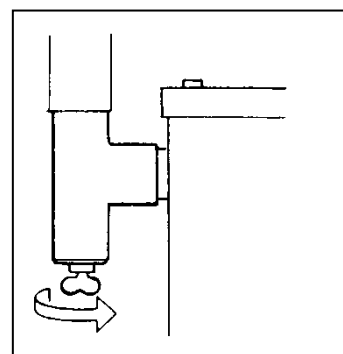

Bild 5
- Montieren Sie ab Modell B25-Tap eine Entwässerungsmöglichkeit (Bild 5).